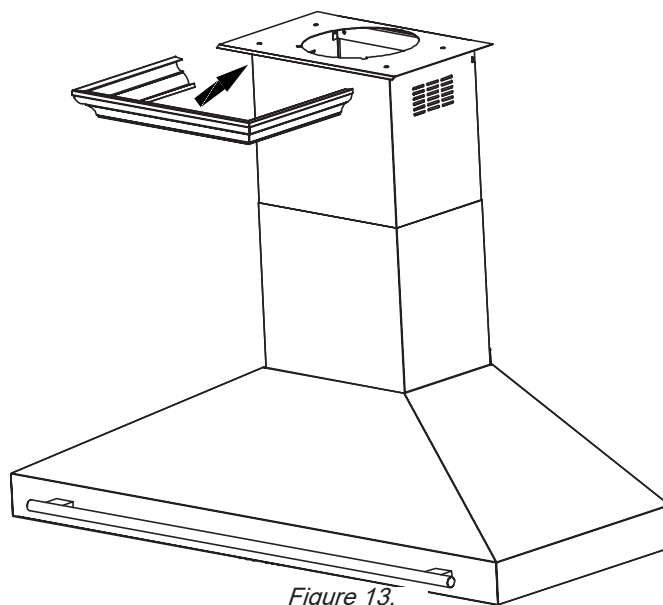

Figure 13.
17. Faites glisser le cadre/couronne décoratif sur le support de montage de la cheminée et fixez-le en position. Figure 13.